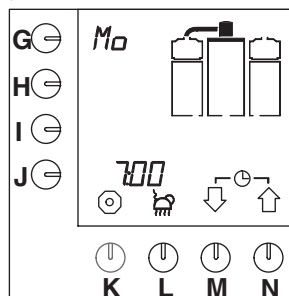

Fig. 11 Voorbeeld huidige dag en tijd
- De huidige dag en tijd verschijnen heel even in het display (fig. 11).
- De huidige dag en tijd verschijnen in het display (fig. 11).